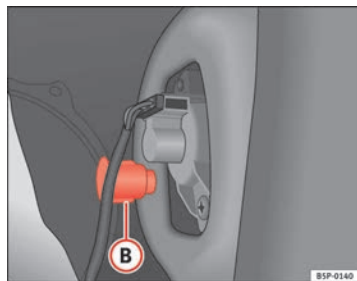

Fig. 193 Luz de población/freno
- Desenrosque la pieza de plástico ⇒ fig. 193 **B** que fija el piloto. Para iniciar el giro puede servirle de ayuda insertar el destornillador en dicha pieza.